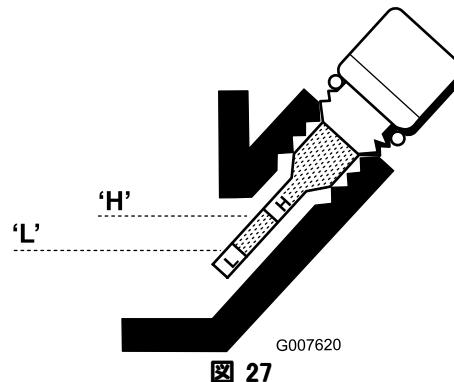

図 27
3. ゲージをウェスできれいに拭き、もう一度差し込む。ゲージはネジ込まずにさし込む。引き抜いて油量を点検する。量が不足している場合には、ゲージの読みが H と L の間にになるまで、必要量だけオイルを補給する（図 27）。油量を確認する。入れすぎないこと。